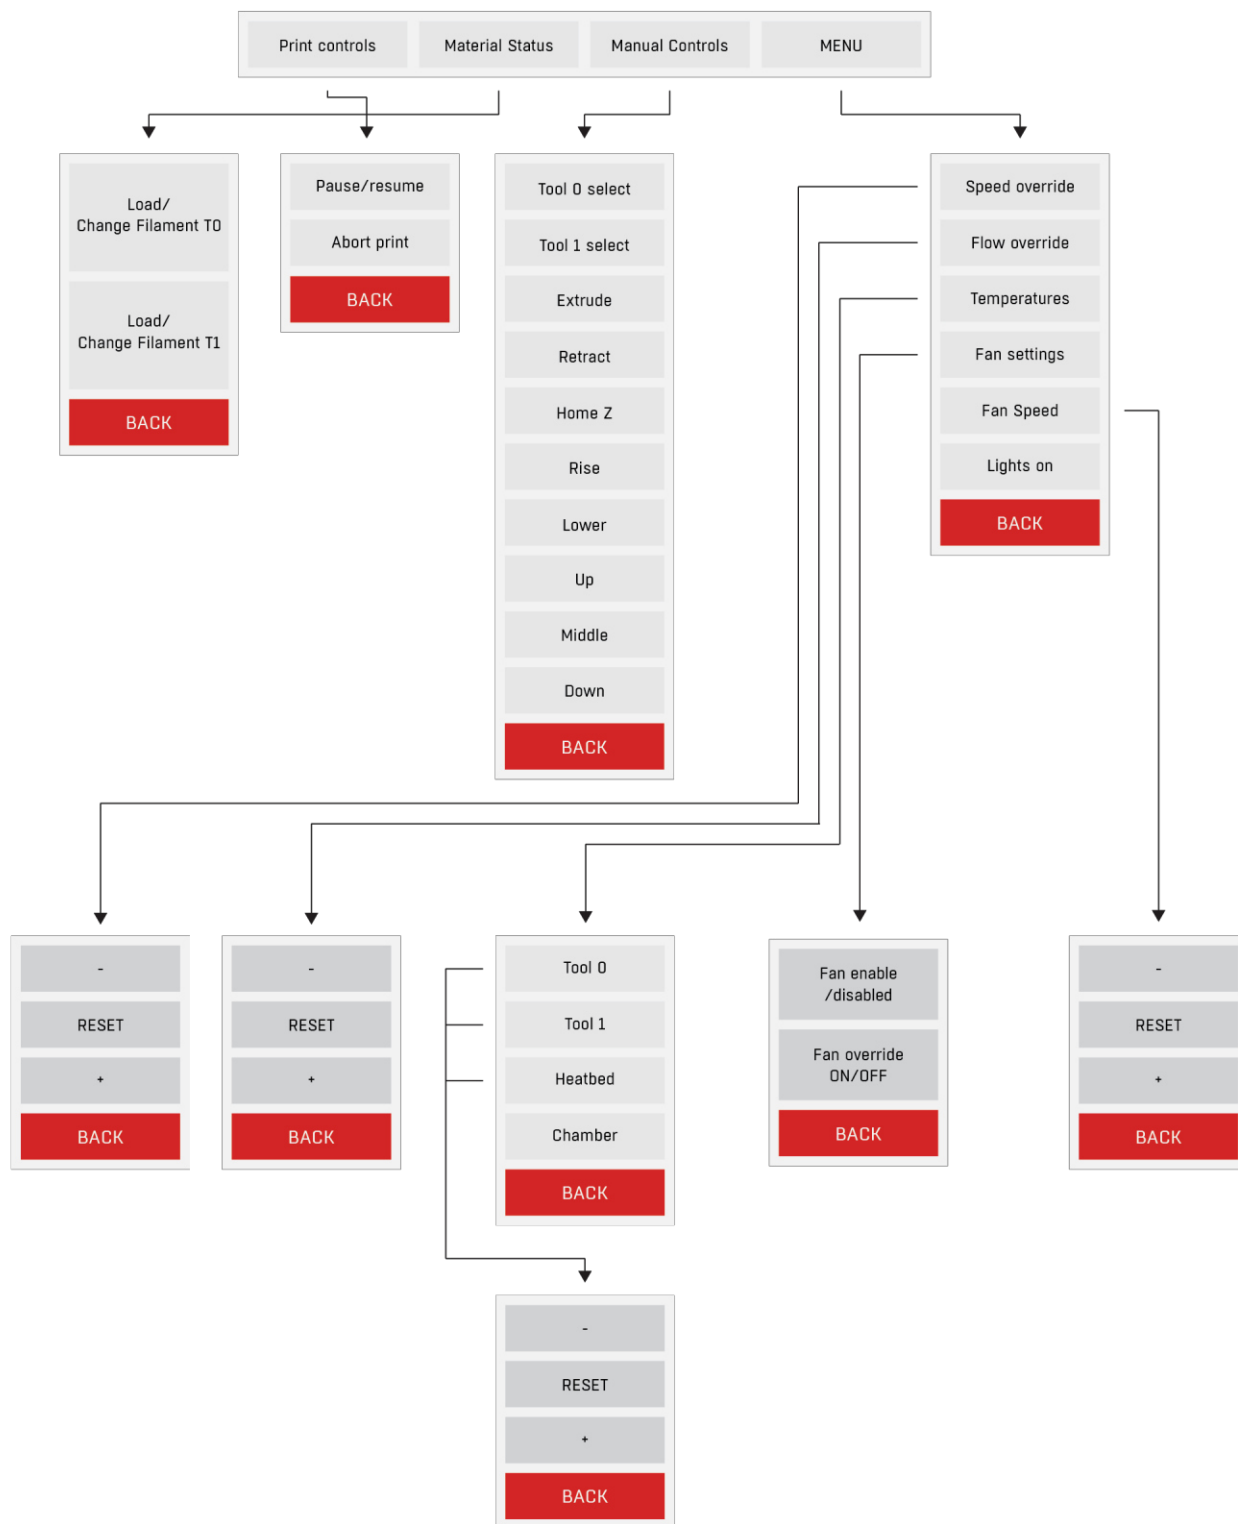

Рис. 54 Структура главного меню в рабочем режиме
- Главное меню в рабочем режиме (MAIN) – рис. 54